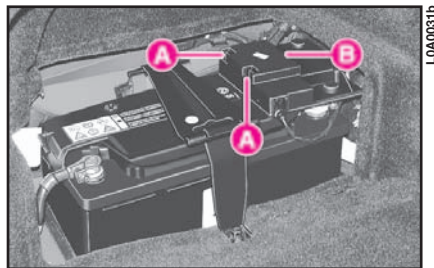

fig. 69
- 3) Premere sulle alette **A** (fig. 69) e rimuovere il coperchio **B**.